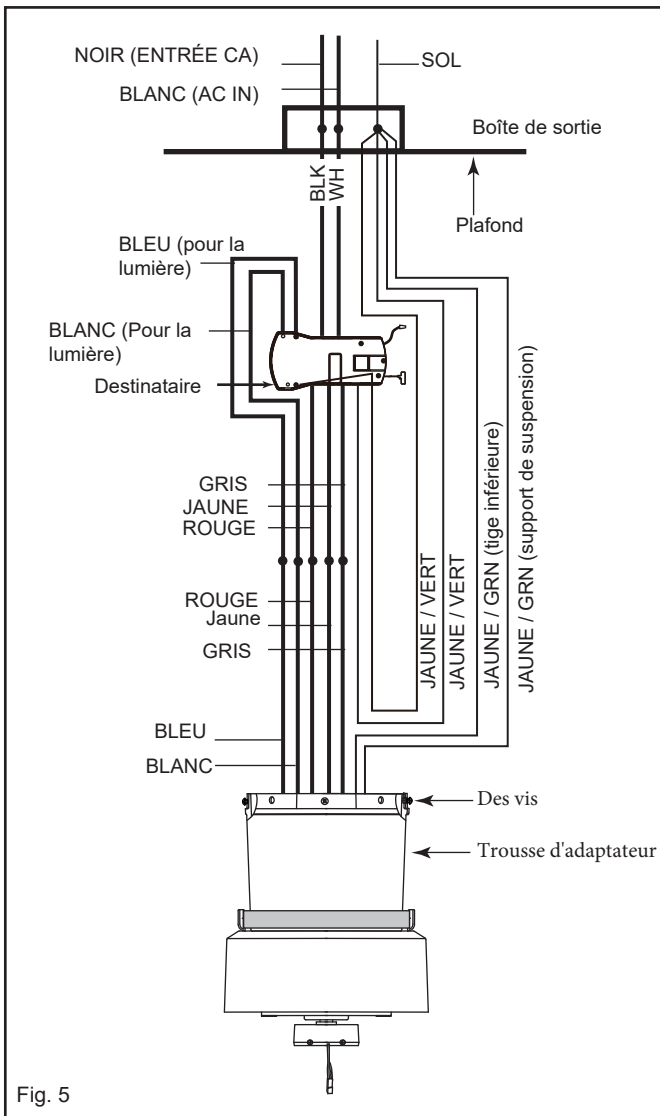

Fig. 5
Étape 2. Effectuez les connexions filaires du ventilateur à l'unité réceptrice. Pour cette étape utilisez le faisceau de 5 fils sur le récepteur. (Fig.5)